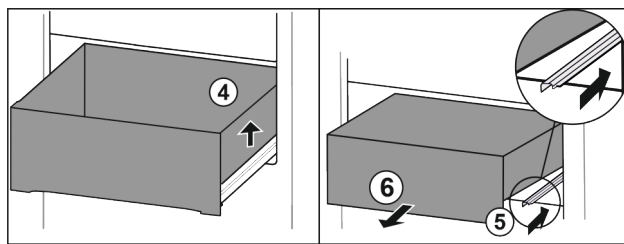

Fig. 93
- ▶ Podignite ladicu desno. Fig. 93 (4)
- ▶ Gurnite desnu vodilicu. Fig. 93 (5)
- ▶ Izvadite ladicu prema naprijed. Fig. 93 (6)